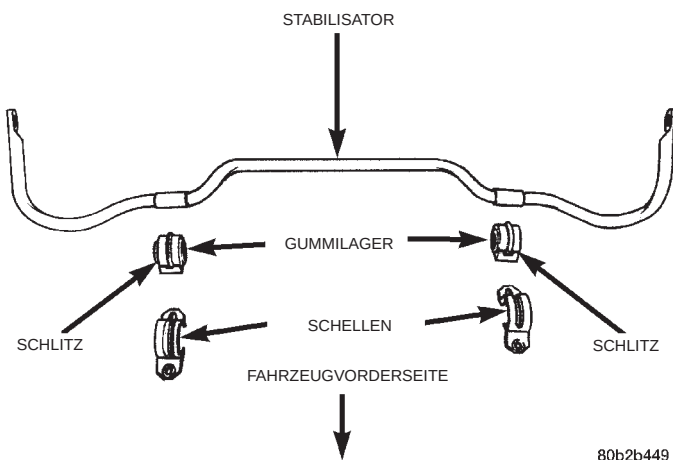

Abb. 7 Stabilisator und Gummilager
(3) Schellen von den Gummilagern des Stabilisator abschrauben.
(4) Prüfen, ob die Schellen und Gummilager defekt oder verzogen sind. Wenn die Gummilager ausgetauscht werden müssen, können sie durch Öffnen des Schlitzes vom Stabilisator abgezogen werden. **Beim Austausch der Gummilager, mit denen der Stabilisator am Fahrschemel befestigt ist, muss der Schlitz bei der Montage des Stabilisators zur Vorderseite des Fahrzeugs weisen** (Abb. 7).